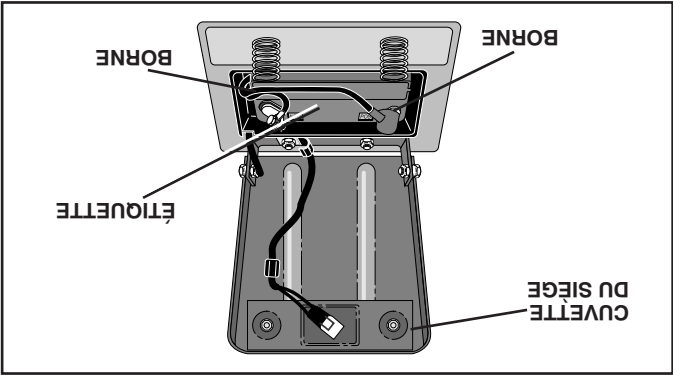

FIG. 3
**VÉRIFIER LA BATTERIE (Voir la Fig. 3)**